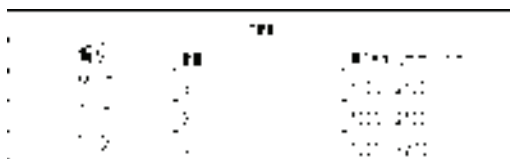

图 8-83 编辑结果
4) 单击“确定”按钮关闭对话框，即可完成表列的编辑，结果如图 8-83 所示。